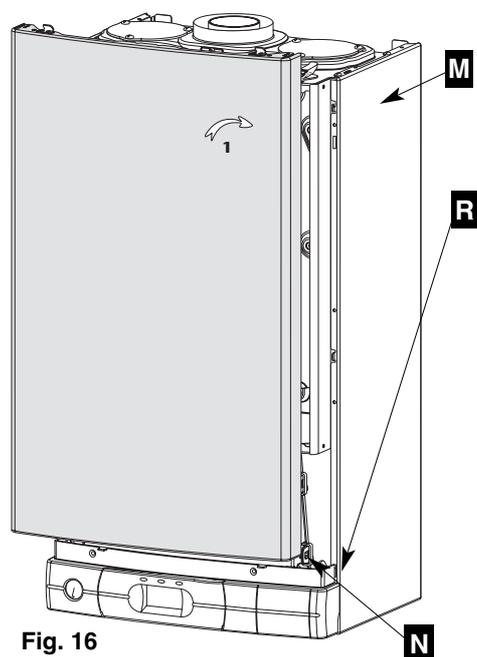

Fig. 16
- présenter la façade (fig. 16)